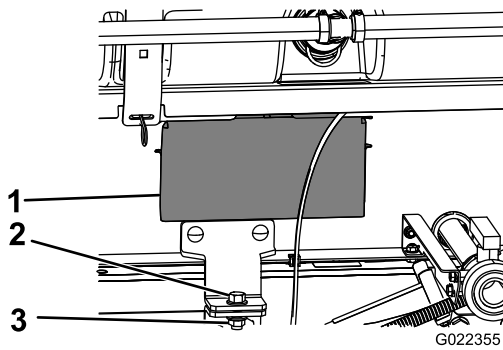

Figura 13
12. Usate gli sportellini di accesso su entrambi i lati del telaio di supporto del serbatoio per controllare flessibili e cablaggio (Figura 13).
15. Fissate il gruppo del telaio di supporto del serbatoio al telaio con un bullone ($\frac{1}{2}$ " x $1\frac{1}{2}$ " e un dado di bloccaggio ($\frac{1}{2}$ "), come illustrato in Figura 13.